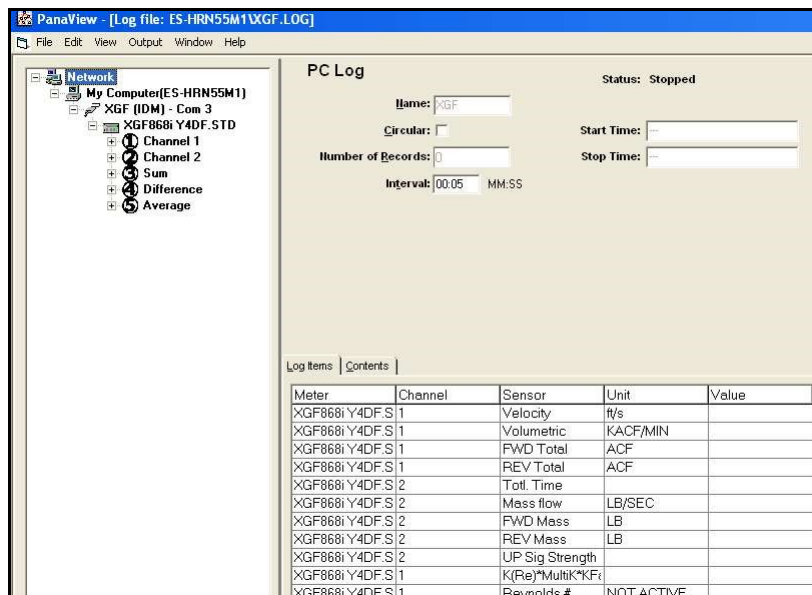

Figure 21: contenu type d'un journal
- Cliquez sur l'onglet Contents (Contenu) (voir Figure 21 à la page 47) pour consulter la liste des points de données enregistrés à ce jour pour le paramètre sélectionné dans l'onglet Log Items.
N'oubliez pas qu'il n'est possible de représenter sous forme de graphique que deux paramètres par voie, et qu'en cas de représentation multivoie, vous devez représenter les mêmes paramètres pour chacune des deux voies. Lorsque vous avez fini de consulter le graphique, cliquez sur le bouton [Close] (Fermer) pour fermer la fenêtre du graphique et poursuivre l'enregistrement des données dans le journal. Pour consulter les détails du journal, cliquez sur l'onglet *Contents*. La fenêtre illustrée *Figure 21* apparaît.
- Cliquez sur l'onglet Log Items (Éléments du journal) (voir Figure 21 à la page 47) pour afficher la liste des paramètres indiqués pour l'enregistrement.